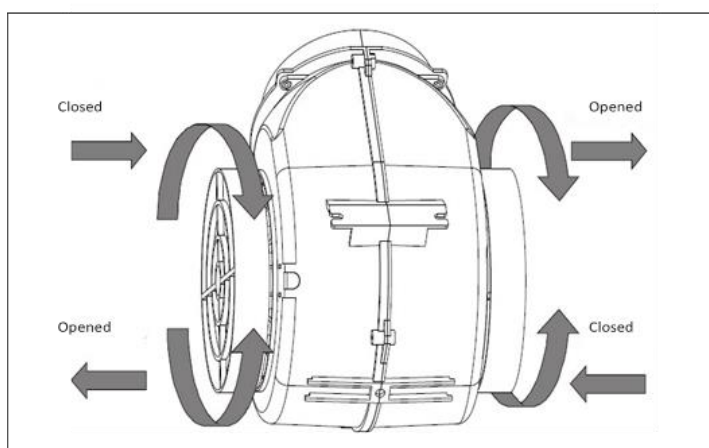

Рис. 5
2. Угольные фильтры расположены с обеих сторон двигателя. Поворачивайте фильтры до тех пор, пока они не снимутся (см. Рисунок 5).